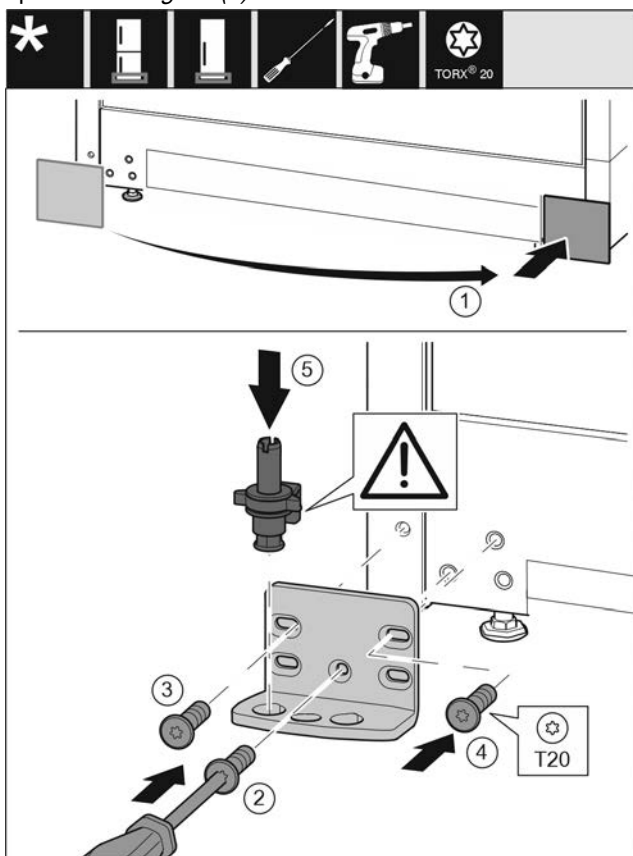

Fig. 16
- ▶ Снимите крышку и установите с другой стороны. Fig. 16 (1)
- ▶ Установите опорный кронштейн с другой стороны и прикрутите с помощью отвертки T20. Начиная с винта 2 снизу в центре. Fig. 16 (2)
- ▶ Затяните винты 3 и 4. Fig. 16 (3,4)
- ▶ Установите опорный палец в сборе. При этом следите за тем, чтобы выступ фиксатора был направлен назад. *Fig. 16 (5)*